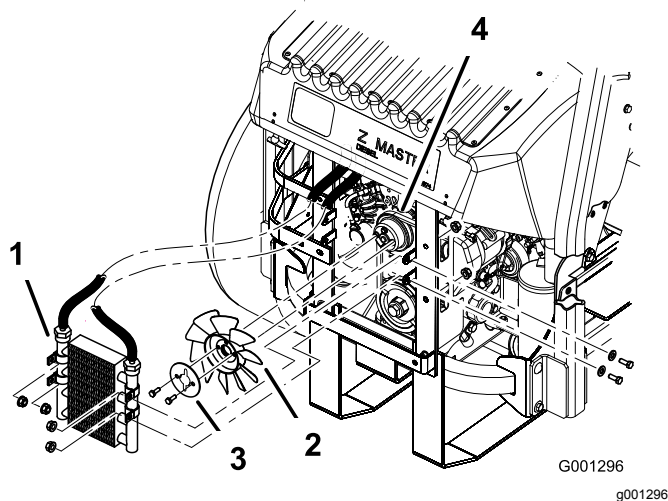

Figure 82
5. Enlevez les 4 boulons de fixation du refroidisseur d'huile et placez ce dernier sur le côté (Figure 82).
6. Enlevez les 2 boulons qui fixent le ventilateur et la plaque du ventilateur à la machine (Figure 82).
10. Montez le ventilateur et sa plaque sur la machine au moyen des 2 boulons retirés précédemment (Figure 82).
11. Remontez le refroidisseur d'huile au moyen des 4 boulons retirés précédemment (Figure 82).